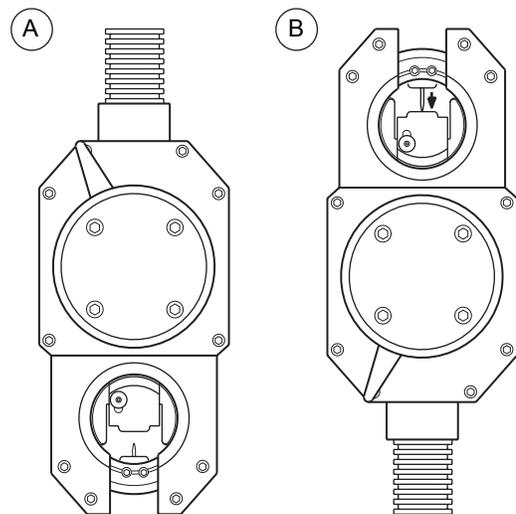

Abbildung 9 Einstellen der Lichtbogenlänge
1. Mit JOG den Rotor wie in Abbildung 9 gezeigt in Position bringen. Dadurch werden die Klemmschrauben für die Elektrode erreichbar.
2. Setzen Sie die Lichtbogenmesslehre in den Rotor ein. Siehe Abbildung 9(A).
3. Kippen Sie den Schweißkopf nach oben. Lösen Sie die Elektrodenschraube, sodass die Elektrode auf den Sitz der Messlehre fällt. Siehe Abbildung 9(B).